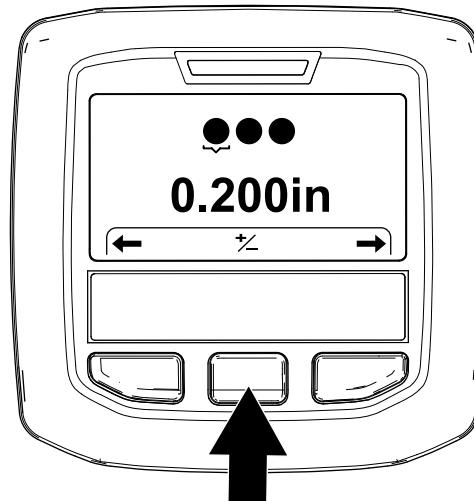

Рисунок 58
- Нажимайте правую кнопку инфо-центра, пока не отобразится экран Setting the Tine Diameter (Установка диаметра зуба) (Рисунок 58).